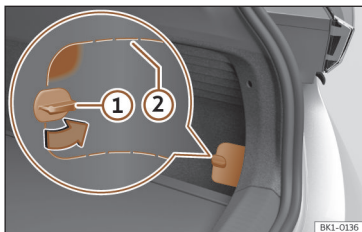

Abb. 61 Im unteren rechten Bereich der Kofferraumverkleidung: Abdeckung mit Trennlinien.
- Drehen Sie den Verschluss der Abdeckung >>> (Abb. 61) ① um 90°.
- Drücken Sie die Fläche über dem Verschluss nach innen >>> (Abb. 61) (hervorgehobener Bereich).
- Fassen Sie mit der Hand in die Öffnung und ziehen Sie die Abdeckung ab. Setzen Sie ggf. einen geeigneten Gegenstand an den Trennlinien an >>> (Abb. 61) ②.